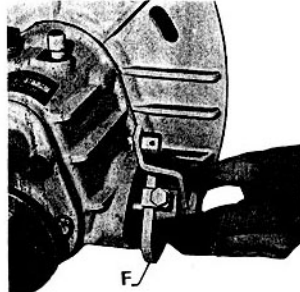

Fig. E3
- le système de commande (3 vis M.8) en le tirant vers l'extérieur par le flasque F – Fig. E3. Faire attention à ne pas perdre le doigt de commande. (6 Fig. E4)